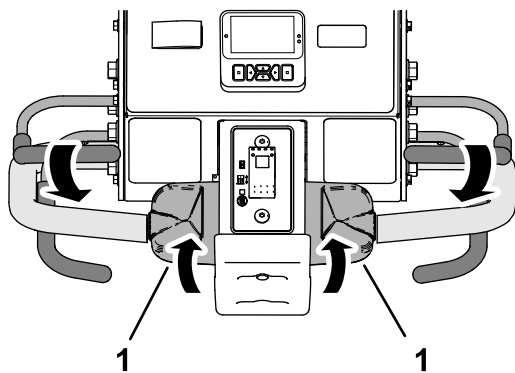

Figura 90
- Mientras sostiene la barra de presencia del operador contra el manillar, gire lentamente la parte superior del control de tracción hacia atrás (Figura 90).